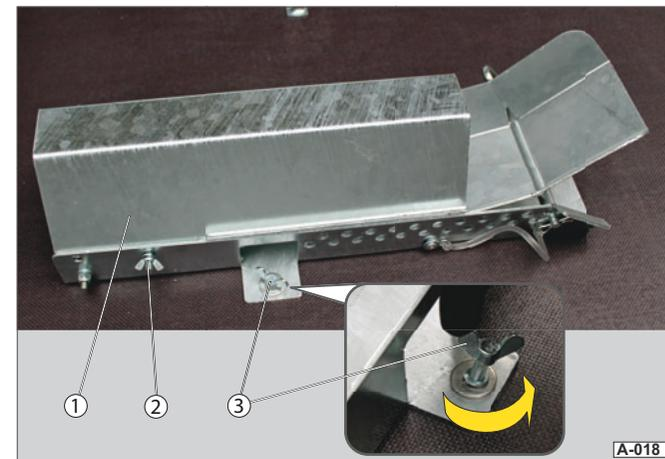

Abb. 18 Motorradständer zugeklappt
- ▶ Lösen Sie die Verschraubung (Abb. 18/2) des Abschlussbleches (Abb. 18/1).
- ▶ Lösen Sie die beiden Flügelschrauben in der Bodenplatte (Abb. 18/3).